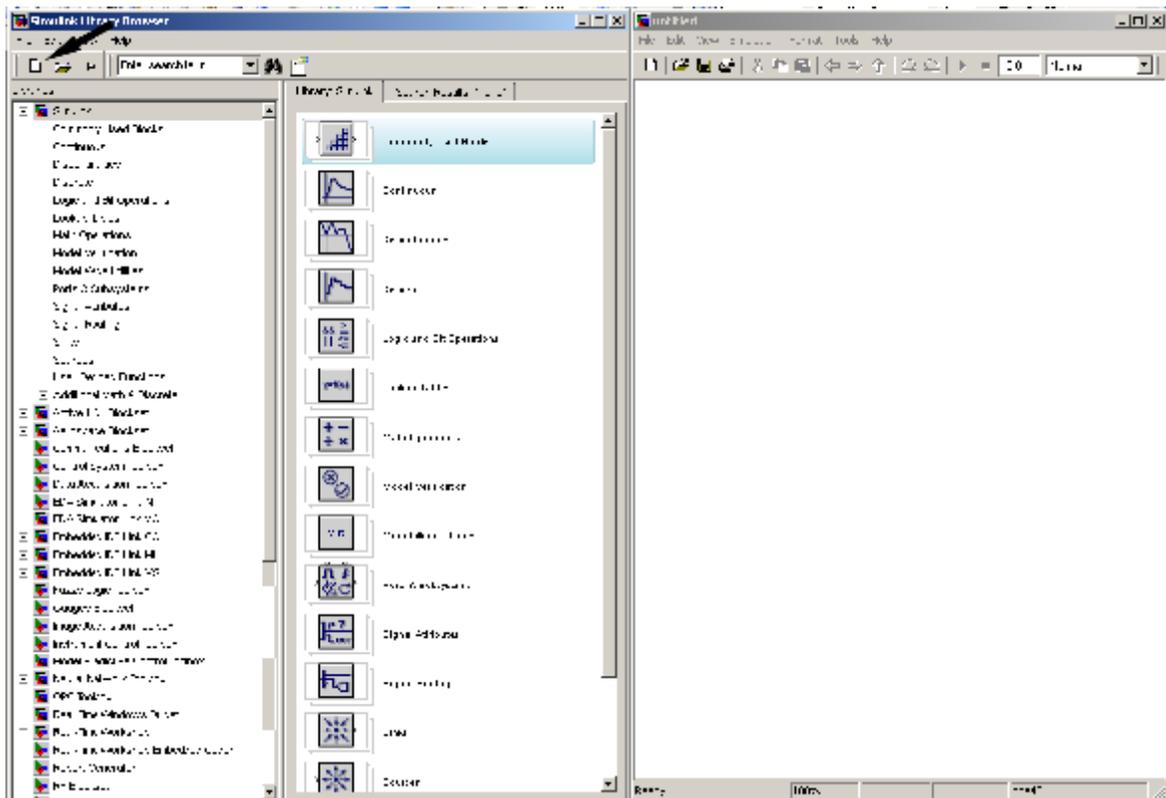

Рисунок 3 – Пиктограмма создания новой модели в панели инструментов Simulink Library Browser
- Установите следующие параметры, как показано на **Рис. 3**, и нажмите <Next>
В результате откроется окно Simulink Library Browser (рис. 3), в панели инструментов которого находится пиктограмма создания новой модели.